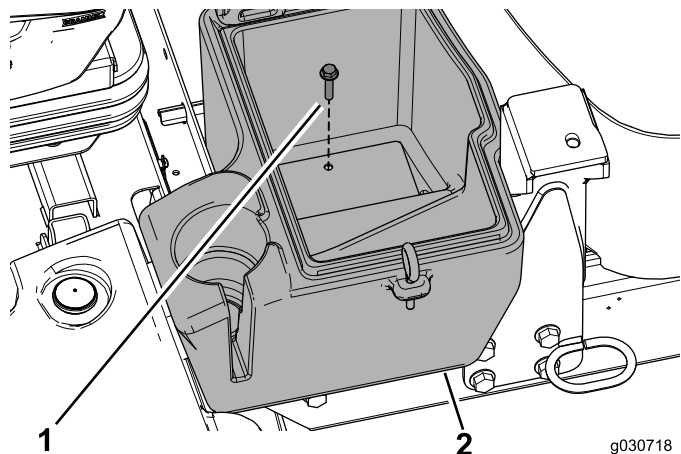

図 21
4. ボルト $\frac{5}{16}$ x $1\frac{1}{2}$ インチを使って物入れを機体に固定する 図 21。